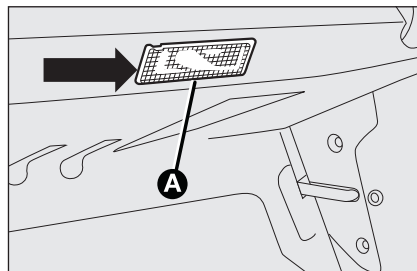

fig. 42
- ☐ extraiga la luz **A**-fig. 42 haciendo palanca en el punto indicado por la flecha;